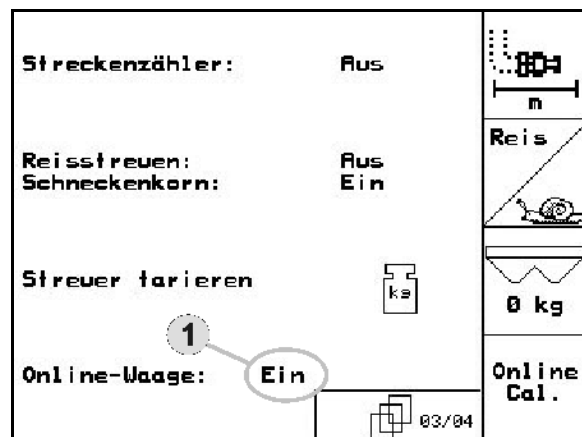

Fig. 64
- Menü Maschinendaten: Online-Waage einschalten aufrufen (Fig. 64/1).